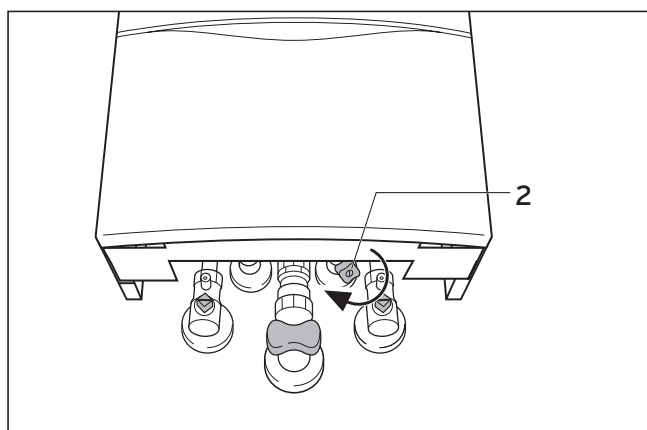

Fig. 2.2: Cerrar la válvula del agua fría
En caso de eventuales fugas en la zona de conductos de agua caliente entre el aparato y las tomas, cierre inmediatamente la llave de corte de agua fría (2) en el aparato (fig. 2.2) y haga reparar la fuga por su empresa especializada.